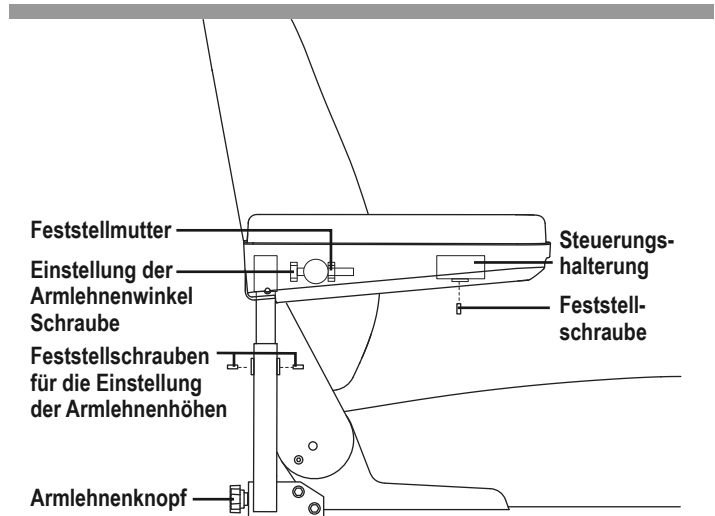

Bild 11. Einstellung der Rücken/Armlehnen
1. Finden Sie die beiden Knöpfe an den Seiten der Halterung des Armlehnengriffstücks. **Siehe Bild 11.**
1. Heben Sie die Armlehne so, dass Sie senkrecht aufsteht. **Siehe Bild 11.**
1. Lockern Sie die beiden Feststellschrauben, die sich auf dem Griffstück der Armlehnen befinden. **Siehe Bild 11.**
2. Lockern Sie die Feststellschraube an der Steuerungshalterung. **Siehe Bild 11.**
11. Befestigen Sie den Kabelbaum der Steuerung an der Armlehne mit Kabelbindern. **Siehe Bild 11.**